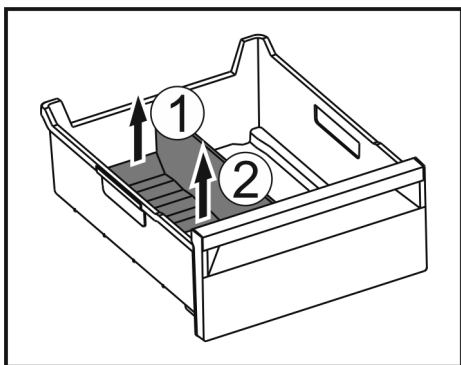

Fig. 70
- Zvedněte zadní část přepážky přihrádky na led. Fig. 70 (1)
- Přepážku přihrádky na led vyjměte nahoru. Fig. 70 (2)